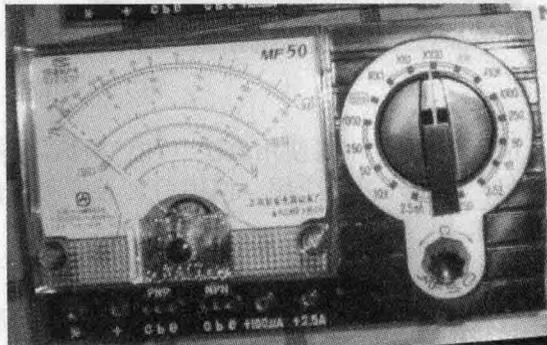

图 1-1 MF50 型万用表外形
以 MF50 型万用表为例，MF50 型万用表的外形如图 1-1 所示。
(2) 表盘 如图 1-1 所示，由上向下，第一条刻度线为电阻挡的读数，它的右端为“0”，左端为“ ∞ （无穷大）”，且刻度线是不均匀的，读数时应该从右向左读，即表针越靠近左端阻值越大。第二条刻度线是交流电压、直流电压及各直流电流的读数，左端为“0”，右端为最大读数。根据量程转换开关位置的不同，即使表针摆到同一位置时，其所指示的电压、电流的数值也不相同。第三条刻度线是交流电